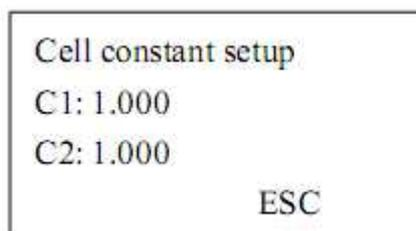

рис.5
(1) **Const** – установка константы кондуктометрической ячейки. Выберите 'Const' в главном меню и нажмите [↵] для настройки (см. рис. 5). Выберите значение, требующее изменения, клавишей [C], затем клавишей [▶] выберите разряд числа, а клавишей [▲] нужное значение. По завершению нажмите [C] для возврата, либо [↵] для выхода в основное меню. C1 соответствует константе ячейки, устанавливаемой на исходной воде, C2 – на пермеате. Допустимый диапазон значений – 0.900~1.200, по умолчанию – 1.000.